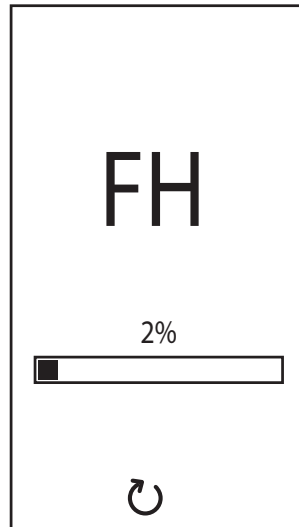

fig. 8- Ontluchting met ingeschakelde ventilator
- De eerstvolgende 20 seconden wordt op het display **FH** weergegeven, hetgeen betekent dat de verwarmingsinstallatie ontluicht wordt met werkende ventilator (fig. 8).